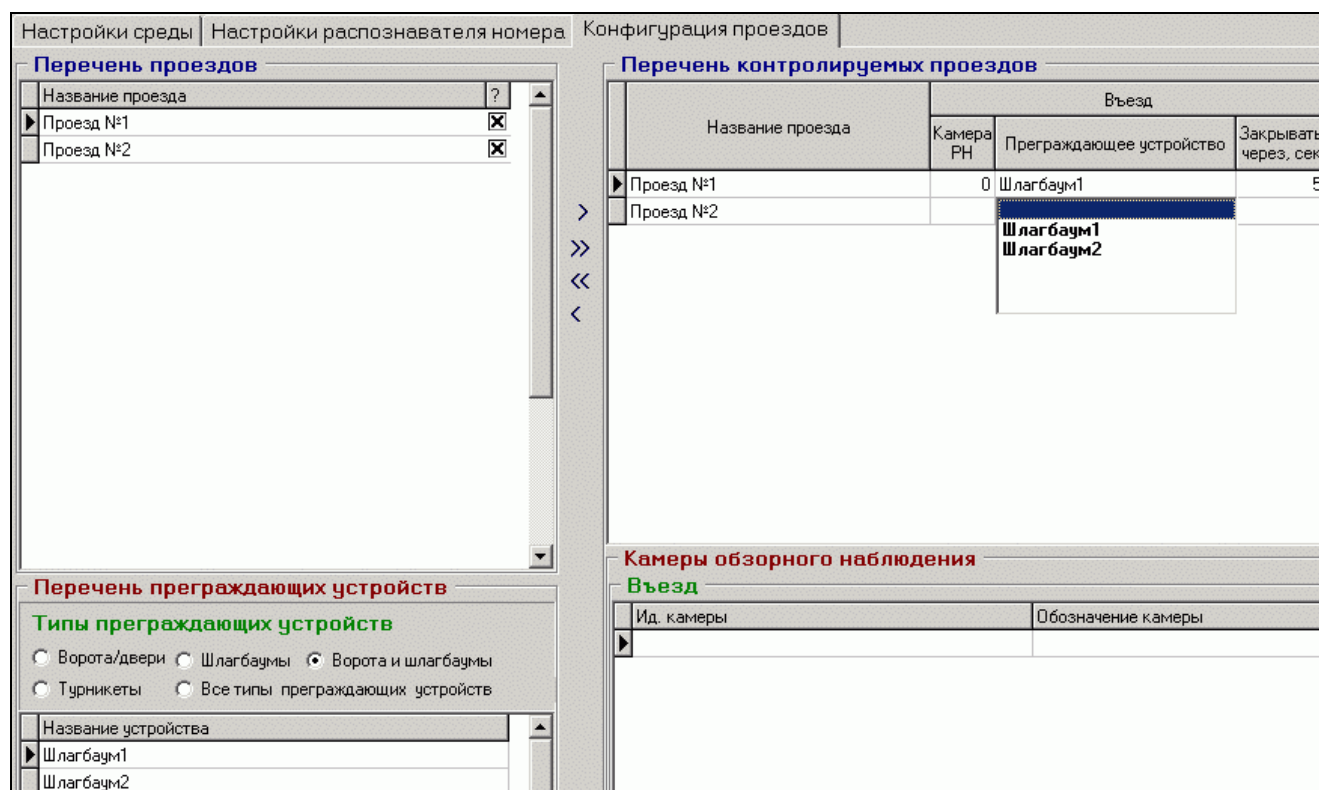

Рис.4.3. Выбор управляемых проездов, назначение камер РН
- Выбрать требуемый проезд в списке «Перечень проездов» (рис.4.3);